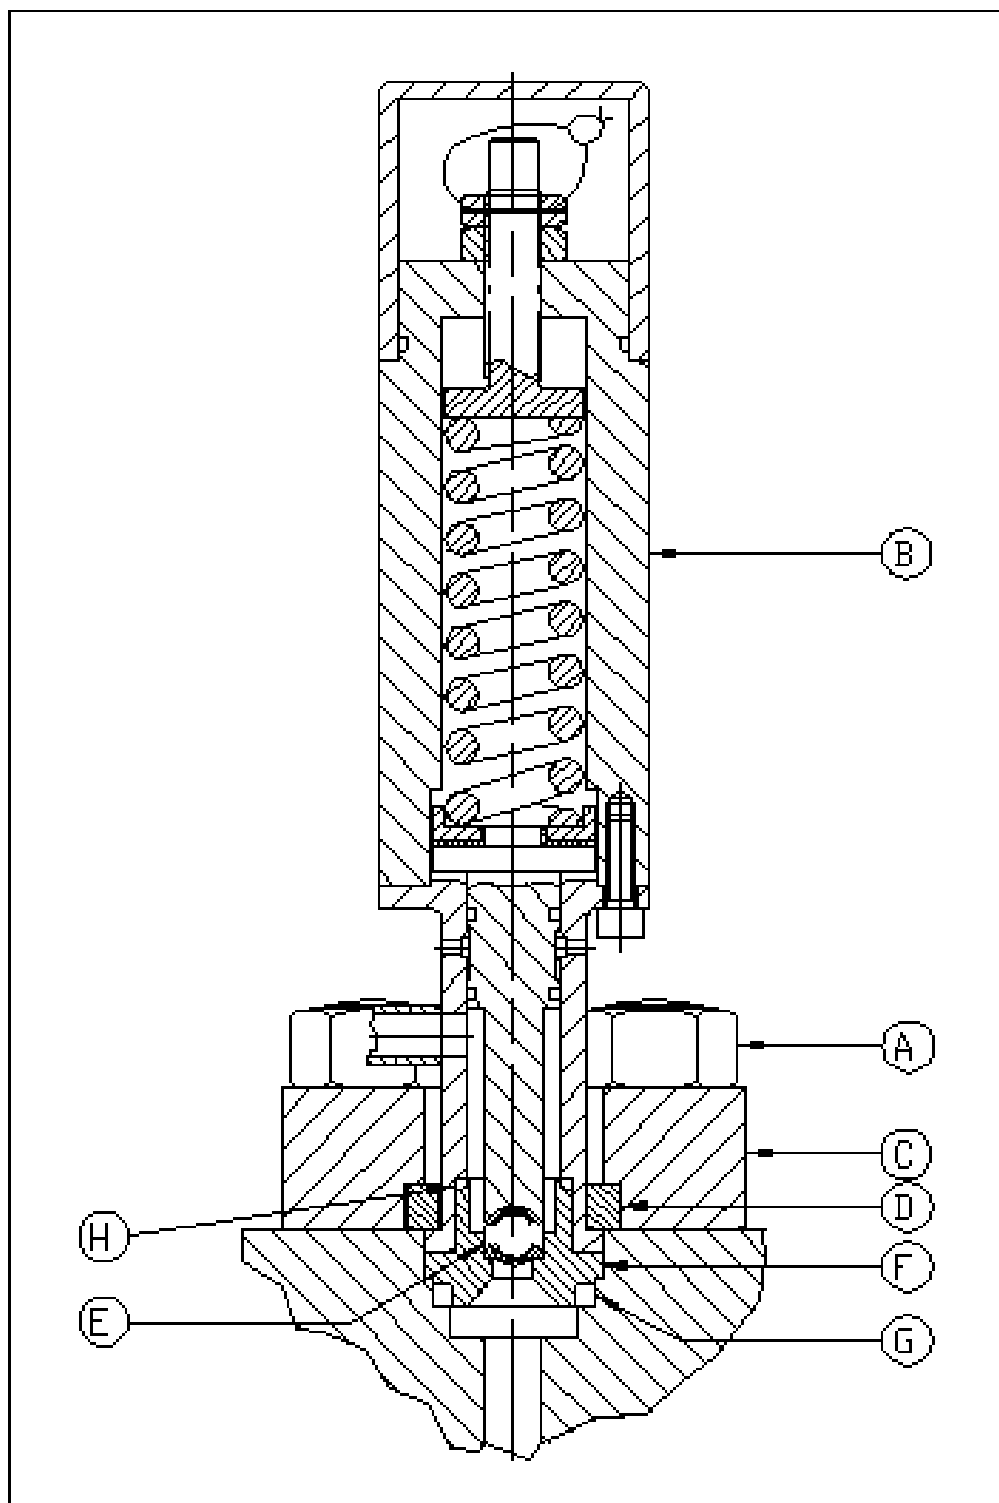

ABBILDUNG 4.6.1
Die Wartung (Abbildung 4.6.1) betrifft nur die Kontrolle und gegebenenfalls den Austausch der Dichtungen (G) und (H), der Kugel (E) und des Dichtungslagers (F). In einigen Fällen liegt zwischen Lager und Dichtungsring (F) ein Antiextrusionsring der den O-Ring schützt.